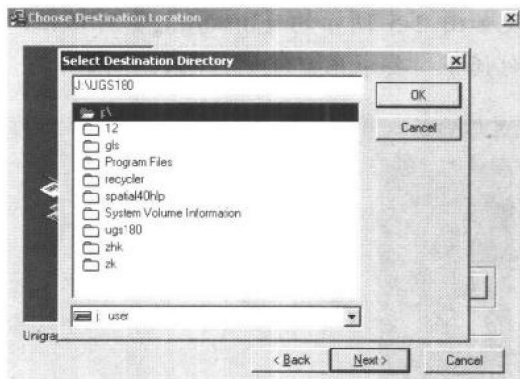

图1-2 【Select Destination Directory】对话框
3. 接着会出现【Choose Destination Location】对话框。可以点击 **Browse...** 按钮，在弹出的【Select Destination Directory】对话框中设置所需的安装路径，如图 1-2 所示。然后点击 **OK** 按钮，回到【Choose Destination Location】对话框，再点击 **Next>** 按钮。